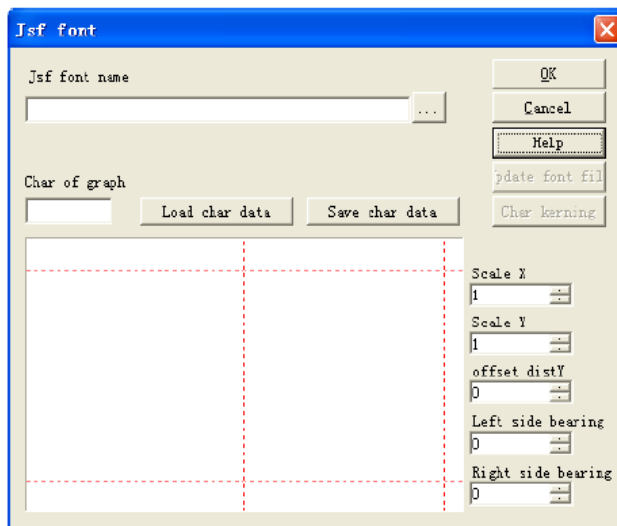

Рис. 5-17 JSF font
При нажатии на функцию JSF font система отобразит диалоговое окно, показанное на Рис. 5-17.
1. Нажать на «JSF fonts» в меню «Modify». Отобразится диалоговое окно шрифтов JSF, показанное на Рис. 5-17. -> Нажать , открыть диалоговое окно для нахождения пути: SIC-LASER PC\font -> Осуществить ввод «EZCAD0521» -> Нажать на кнопку.